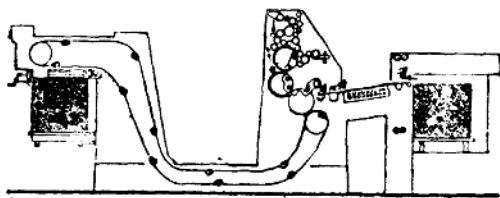

图 1-3 J2108 型机外形
2. 从单色向多色发展：图 1-3 是 J 2108 型对开单色机，图 1-4 是 J 2203 型双色机。